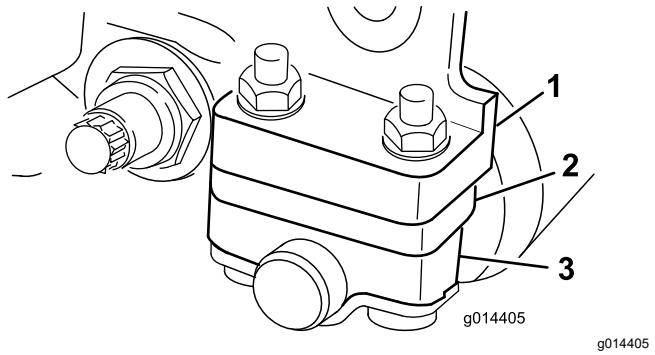

图 12
- 按照 剪草高度和底刀选择表 \(页码 12\) 通过将所需数量的隔片放置在侧板安装法兰 (图 12) 下方将后滚轮支架调整到所需的剪草高度范围。